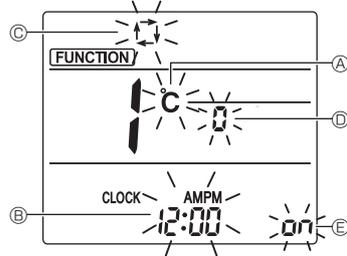

Fig. 5-15
Der Bildschirmanzeige-Einstellungsbildschirm erscheint. (Fig. 5-15)
5.13.2. Ändern der Temperatureinheit (Fig. 5-15 Ⓐ)
- Drücken Sie die **TEMP**-Taste ⑤.
- Mit jedem Drücken der **TEMP**-Taste ⑤ wechselt die Einstellung zwischen **°C** und **°F**.
5.13.3. Ändern der Zeitanzeige (Fig. 5-15 Ⓑ)
- Drücken Sie die **TIME**-Taste ⑥.
- Mit jedem Drücken der **TIME**-Taste ⑥ wechselt die Einstellung zwischen **12:00** und **24:00**.
5.13.4. Ändern des AUTO-Modus (Fig. 5-15 Ⓒ)
- Drücken Sie die **MODE**-Taste ⑦.
- Mit jedem Drücken der **MODE**-Taste ⑦ wechselt die Einstellung zwischen **Ⓜ** und **Ⓜ**.
5.13.5. Ändern von Paar Nr. (Fig. 5-15 Ⓓ)
- Drücken Sie die **UP**-Taste ④.
- Mit jedem Drücken der **UP**-Taste ④ wechselt die Paarnummer 0–3.